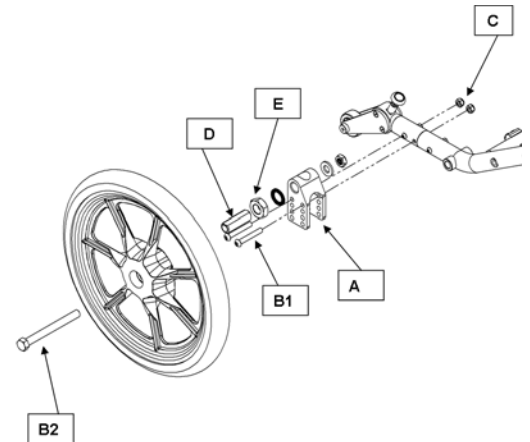

Figure 10 - Installation de la roue arrière de 16 po (40,6 cm)
3. Insérer l'essieu **B2** à l'intérieur du moyeu de la roue (Figure 10);